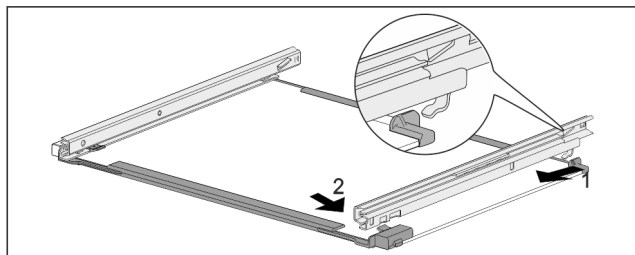

Fig. 173 Sklenená doska s koľajničkami
- ▶ Zaháknite koľajničku vzadu. Fig. 173 (1)
- ▶ Zaklapnite koľajničku vpredu. Fig. 173 (2)